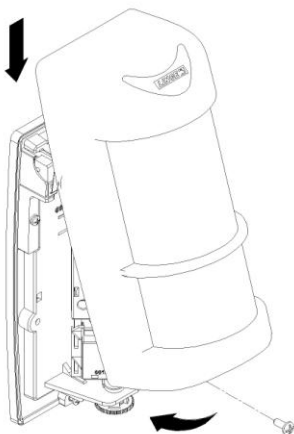

Fig 9
- Applicare il coperchio con lente fissandolo con la vite (B). (fig 9)
- Mount the front cover fixing it with screw (B). (see fig 9)